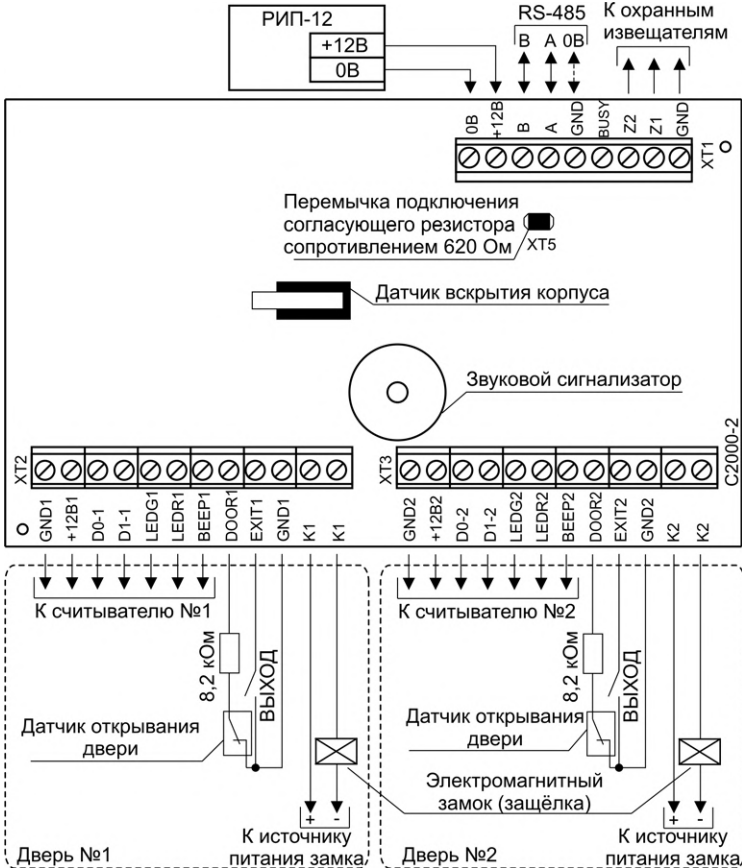

Рисунок 2. Схема подключения контроллера «С2000-2» в режиме «Две двери на вход»
1. Схемы внешних соединений контроллера в различных режимах работы представлены на Рисунок 2-Рисунок 8.
11. Подключение в режиме «Две двери на вход» (Рисунок 2). Подключите оборудование первой двери (считыватель, замок, кнопку «Выход», датчик открывания двери) к контактам контроллера, обозначение которых заканчивается цифрой 1, а оборудование второй двери – к контактам, обозначение которых заканчивается цифрой 2.